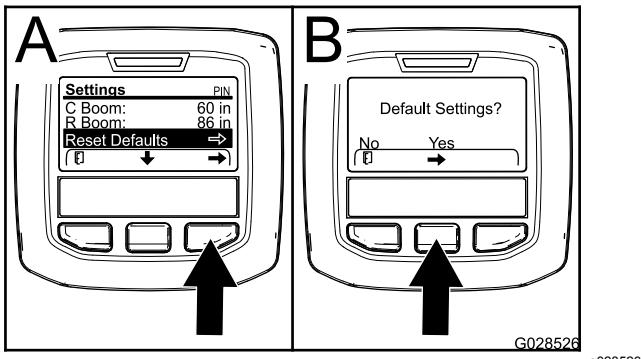

Figure 75
1. Appuyez sur le bouton de sélection central pour naviguer jusqu'à l'option Restauration des paramètres par défaut (Figure 75).
3. Dans l'écran Paramètres par défaut, appuyez sur le bouton de sélection gauche pour NON ou sur le bouton droit pour OUI (Figure 75).